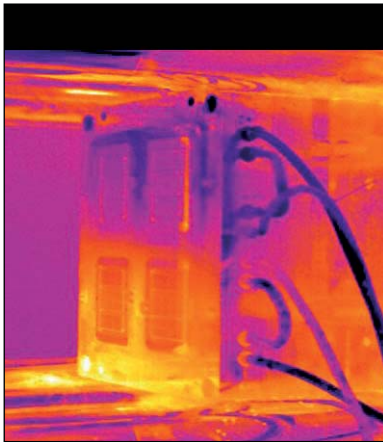

Abb. 3: Wärmebild von einem verschmutzten Werkzeug (unterer Teil)
- Produktionsunterbrechungen, wenn das Werkzeug sich während der Produktion „zusetzt“ (Abb. 3 und 4).